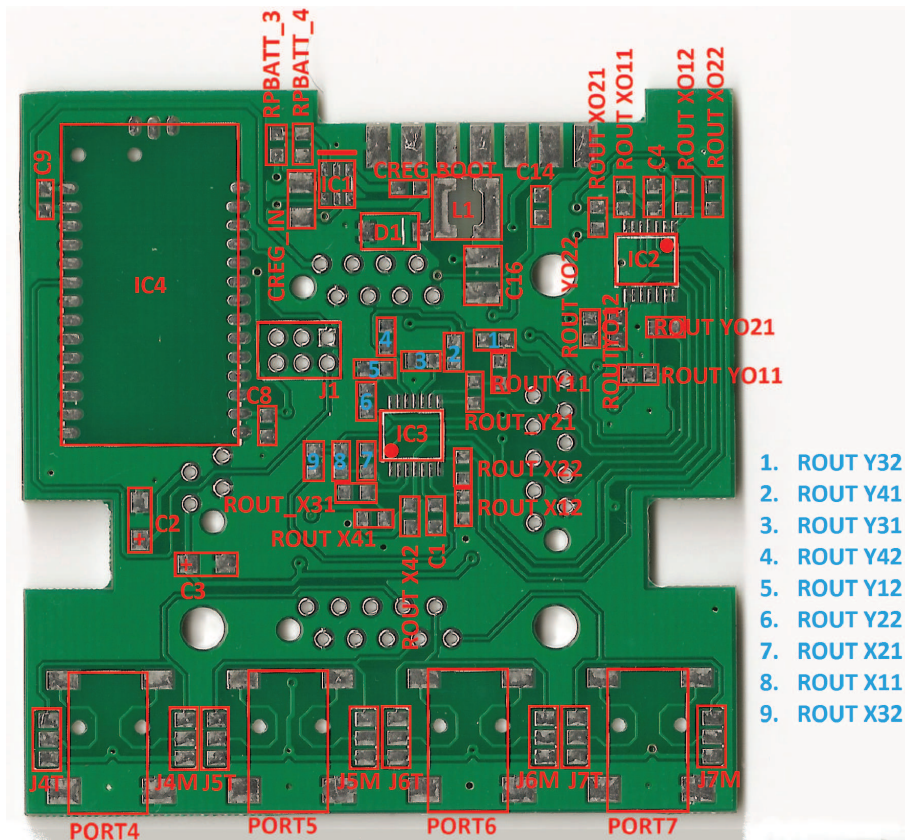

Figura 1.2: Lato B
- Ripetere quanto suddetto anche per il lato B (Figura 1.2) della scheda, infine, come ultima cosa montare i connettori ( micromatch, jack e DB15) con il saldatore discreto
In Figura 1.2 si può vedere come i vari componenti sono disposti sul lato B della scheda. Le Tabelle 1.5 e 1.6 raccolgono i riferimenti per il montaggio.